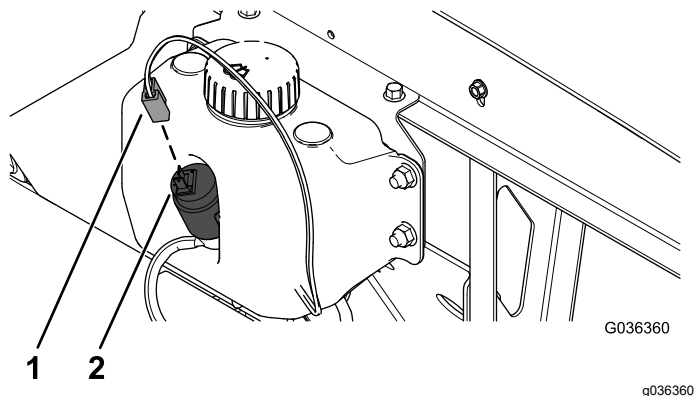

Рисунок 12
1. Совместите 2-гнездовой соединитель жгута проводов с соединителем насоса омывателя с двумя плоскими контактами (Рисунок 12).
2. Вставьте соединитель жгута проводов в соответствующий соединитель насоса до полной посадки (Рисунок 12).